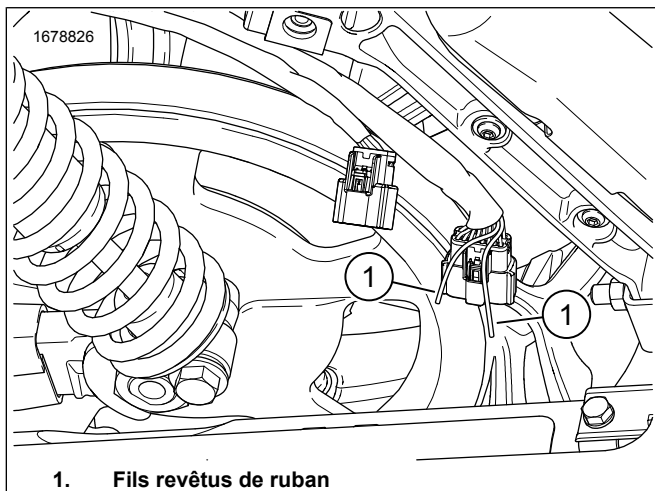

Figure 2. Fils de sacoche
2. Voir la figure 2. Localiser Équipement d'origine (Équipement d'origine) le connecteur 16 voies [C288B\_1].